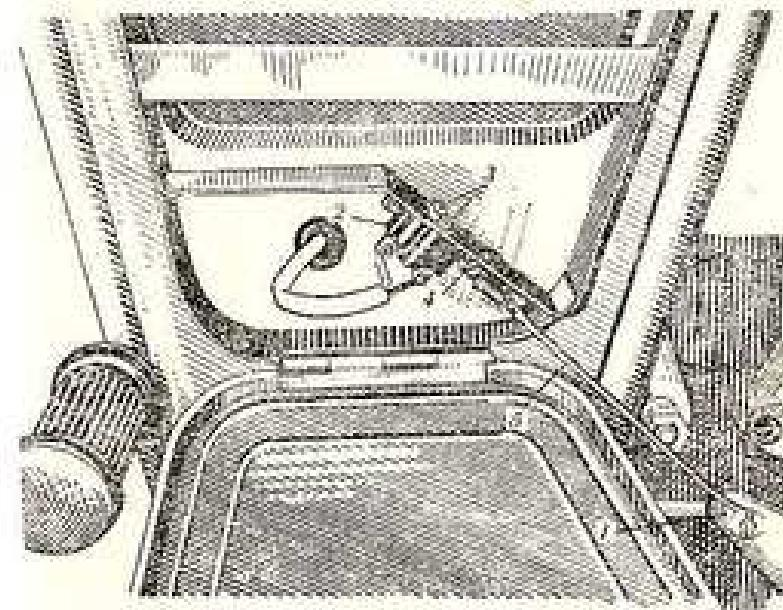

Рис. 30. РЕГУЛИРОВКА ВКЛЮЧАТЕЛЯ СТОП-СИГНАЛА:
**ВКЛЮЧАТЕЛЬ СТОП-СИГНАЛА** служит для включения светового сигнала при торможении мотоцикла. Регулировку момента включения сигнала производить в случае изменения положения рычага ножного тормоза путем перемещения корпуса выключателя при ослабленном креплении хомутика (рис. 30). Включение лампы должно производиться при перемещении конца рычага ножного тормоза на 10—15 мм.